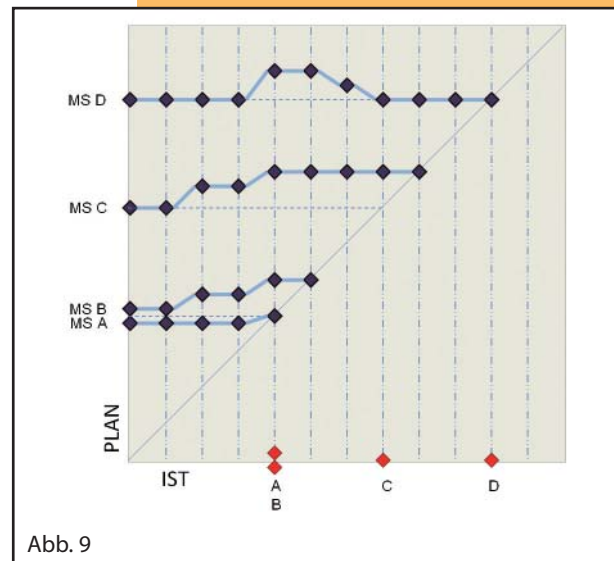

Abb. 9
- Abb. 9 – Meilenstein-Trend-Analyse